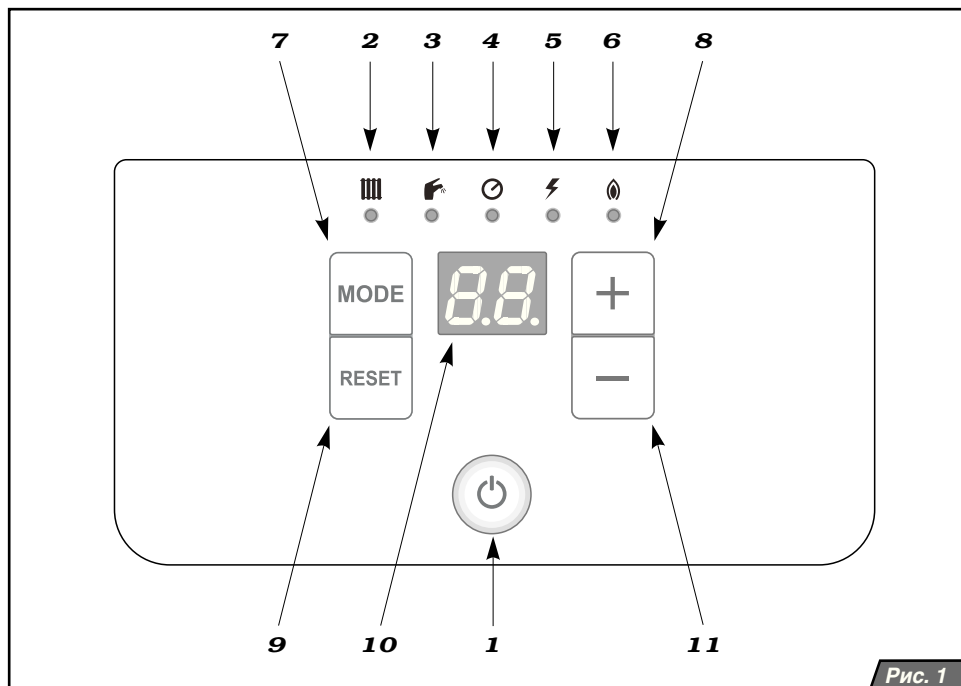

Рис. 1
Главный выключатель (рис.1, поз.1) предназначен для включения и выключения котла. Он расположен в нижней половине панели управления котлом.
Описание элементов управления (рис. 1):
3. давление ОВ находится в рекомендуемых пределах 1– 2 бара. Включите главный выключатель (рис. 1, поз. 1). Через короткое время на дисплее появится изображение температуры ОВ, и одновременно загорится диод над символом  (рис. 1, поз. 2). После розжига горелки загорится диод над символом  (рис. 1, поз. 6).
диод неисправности  (рис. 1, поз. 5), а на дисплее котла появится код неисправности. С помощью кнопки RESET (рис. 1, поз. 9) разблокируйте котел. Если через короткие промежутки времени защитное отключение повторяется или невозможно будет разблокировать котел, обратитесь в сервисную организацию.
Выключите котел главным выключателем (рис. 1, поз. 1). При длительной остановке котла закройте все заслонки (ОВ, ГХВ, газ) под котлом. Отключение котла должно быть произведено с учетом температуры ОВ в котле и температуры окружающей среды в данное время года. В случае опасности замерзания системы слейте воду из котла, отопительной системы и разводов ГВС.
В случае перебоев с электроэнергией котел выключится. При возобновлении подачи электроэнергии котел автоматически включится, сохранив в памяти установленные значения рабочих параметров. Если после возобновления подачи электроэнергии на панели управления котлом зажжется красная лампочка (рис. 1, поз. 5), действуйте согласно инструкциям, приведенным в части «Запуск и отключение котла»